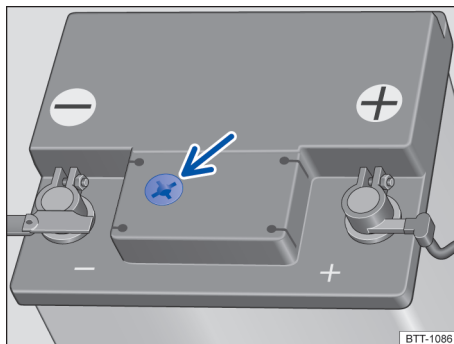

图 134 12 伏车载蓄电池上侧的蓄电池观测孔（示意图）
- 确保充足的照明，以便能够清楚识别 12 伏车载蓄电池 → 图 134（箭头）上侧的圆形蓄电池观测孔中的颜色显示。切勿用明火或闪烁着火星的物品作为照明。